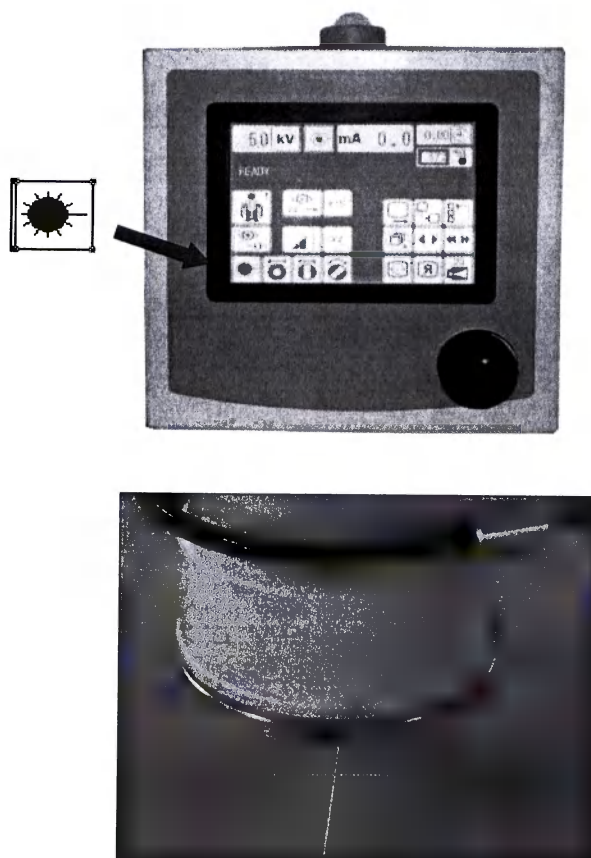

Рисунок 47
8.1.9.7 Включите лазерный указатель при помощи соответствующей кнопки на панели управления штатива (см. рисунок 47). Это устройство облегчает центрирование оборудования относительно пациента.